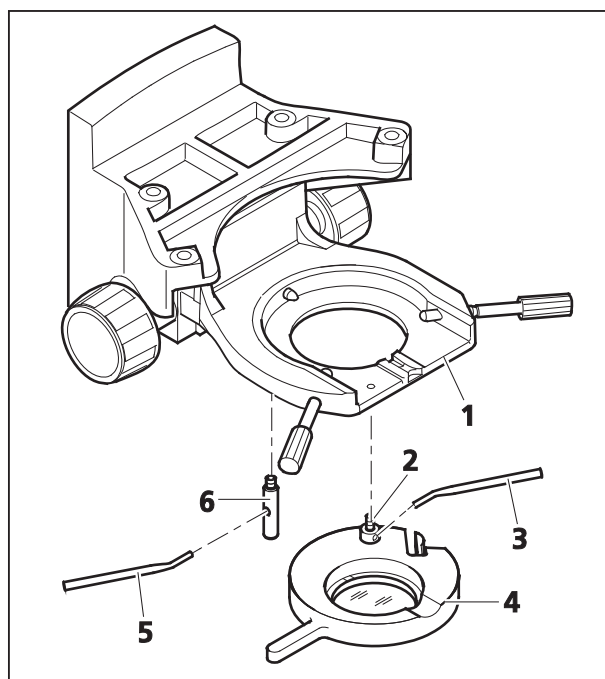

Fig. 3-26 Pose du polariseur D
- Tenez le polariseur ou le porte-filtre (Fig. 3-26/4) parallèle à la face inférieure du porte-condenseur (Fig. 3-26/1) et avec la tige d'ajustage coudée (Fig. 3-26/3) vissez jusqu'en butée le boulon de maintien (Fig. 3-26/2) du polariseur (Fig. 3-26/4) dans l'alésage figurant devant à gauche sous le porte-condenseur.
- Avec le levier d'ajustage coudé (Fig. 3-26/5), vissez la tige de positionnement (Fig. 3-26/6) jusqu'en butée dans l'alésage à l'arrière du porte-condenseur.